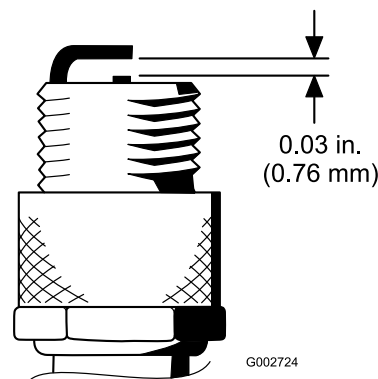

Figura 45
4. Ajuste la distancia entre los electrodos central y lateral a 0,76 mm (Figura 45).